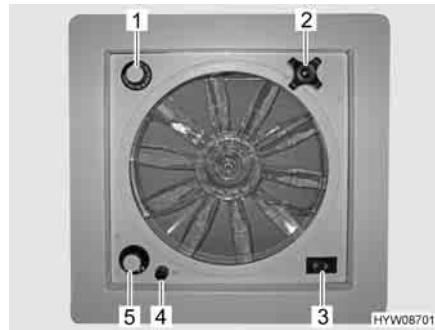

Fig. 58 Oblò con ventilatore
- Un fusibile da 4 A (Fig. 58,4) protegge da sovraccarico il motore del ventilatore. Se si verifica un sovraccarico: Individuare per prima cosa la causa (ad es. il ventilatore è sporco), poi sostituire il fusibile.
Apertura oblò: ■ Ruotare la maniglia girevole (Fig. 58,2), finché non si raggiunge l'angolo di apertura desiderato.
Aerazione/sfiato: ■ Portare l'interruttore a levetta (Fig. 58,3) su "Aerazione" (flusso d'aria dall'esterno verso l'interno) o "Sfiato" (flusso d'aria dall'interno verso l'esterno).
Spegnimento del ventilatore: ■ Portare l'interruttore a levetta (Fig. 58,3) sulla posizione centrale.
Impostazione della velocità del ventilatore: ■ Posizionare l'interruttore girevole (Fig. 58,5) sul grado desiderato:
Impostazione della temperatura: ■ Ruotare il termostato (Fig. 58,1) fino alla battuta in direzione "blu".